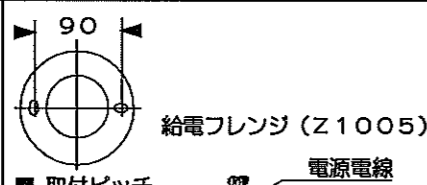

図5
6. 給電フレンジ (Z1005) を分解してください。(図5)
- (1) フレンジカバーを付属の取付ネジで給電口に確実に固定してください。
- (2) 器具コードをコードプッシュとフレンジベースのセンター穴に通し、電源電線をフレンジカバーの側面の穴に通してください。
- (3) コードプッシュをフレンジベースのセンター穴にねじ込んでください。
- (4) 電源電線を端子台に接続してください。器具コードを電源電線と絡まないようにコード止めで固定して端子台に接続してください。
- (5) 再び、給電フレンジを組み立ててください。(図5)